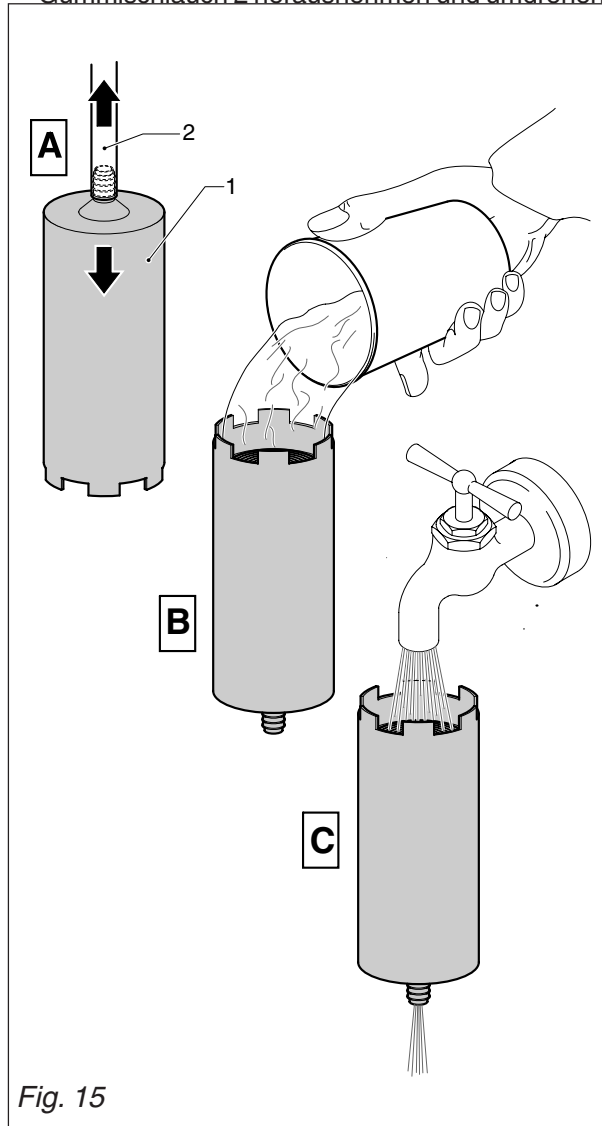

Fig. 15
- Den Wasserenthärter 1 Abb.15 aus dem Gummischlauch 2 herausnehmen und umdrehen;